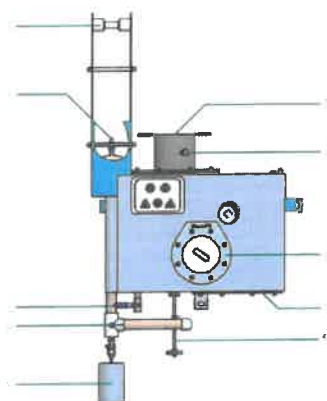

Fig. 1 : Structure du régulateur de pression Bioguard II
Le tirage de câble en forme d'une étoile Mercedes (3 x 120°) couvre la membrane de stockage de gaz et se compose de deux câbles individuels. Le tendeur est fixé en deux points 1 et 2 sur une ligne de traction reliée à l'écrou de fixation du Bioguard II via le câble de tirage (Voir position (2) sur la « Fig. 1 : Structure du Bioguard II » en page 11).